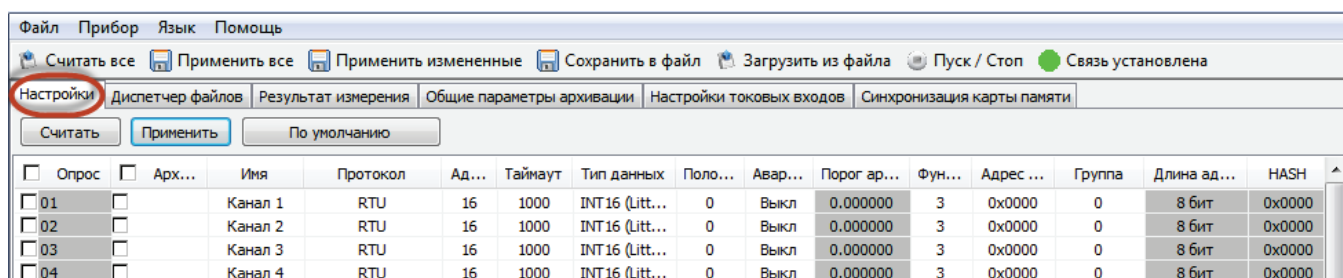

Рисунок 8.1
8.1 Индивидуальные параметры конфигурирования каналов находятся во вкладке «Настройки», смотри рисунок 8.1.